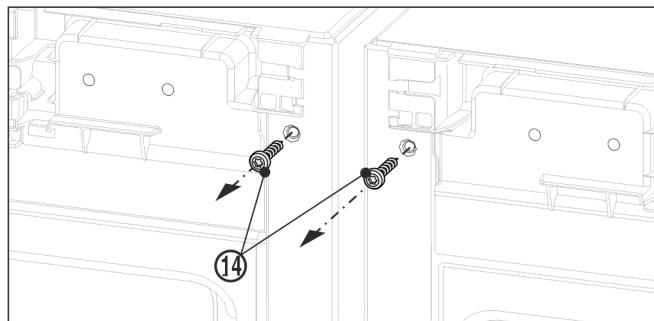

Fig. 12
- Përpara montimit të profilit të sipërm, lironi dhe hiqni të dyja vidat e tokëzimit Fig. 12 (14).